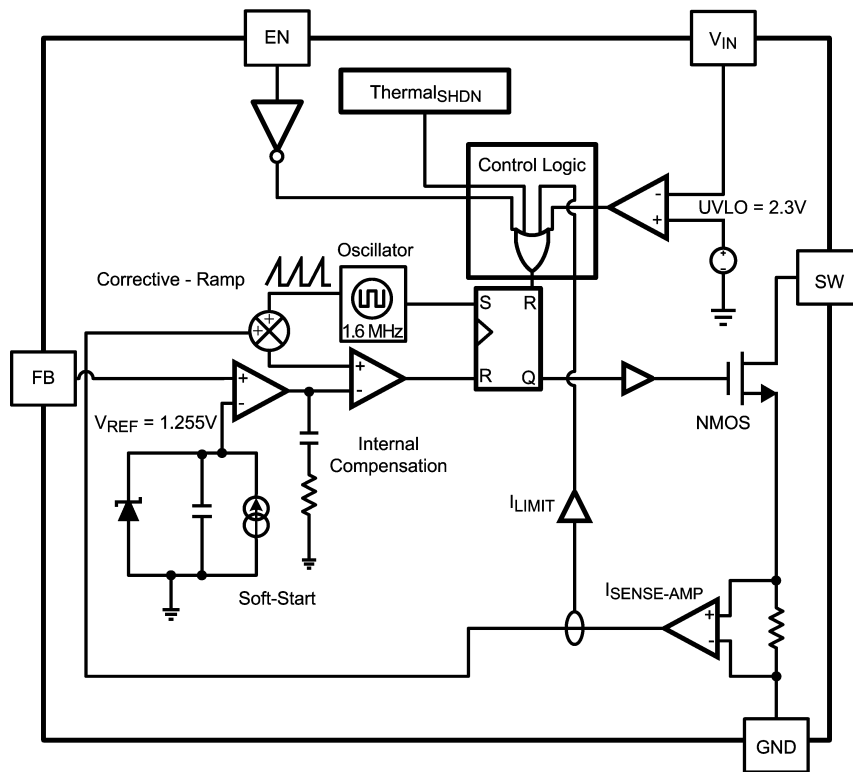
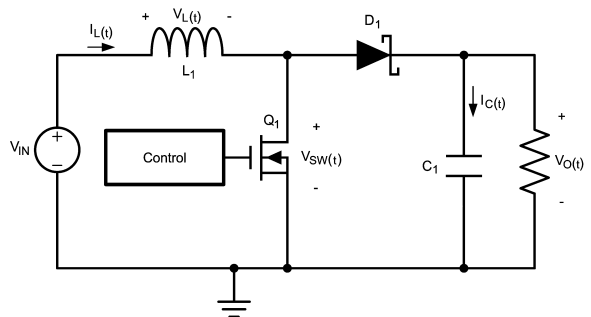
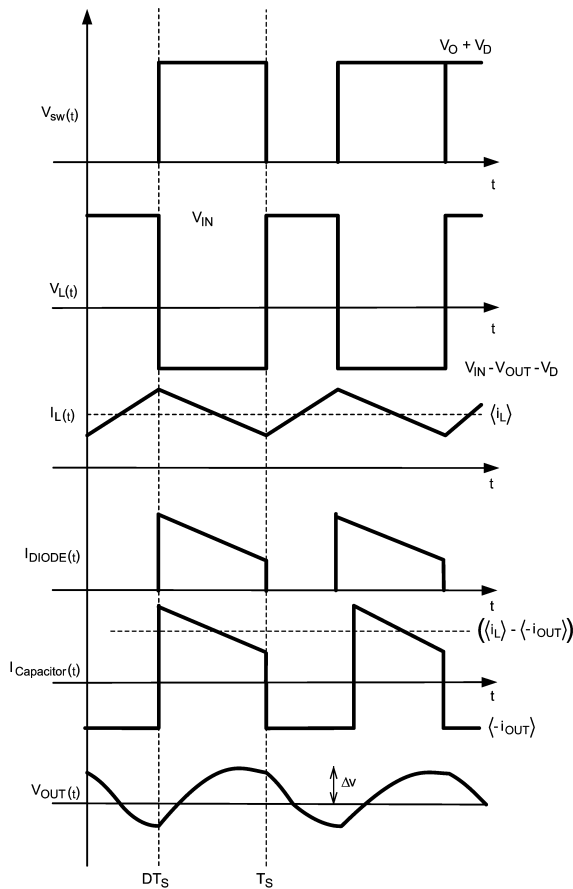

FIGURE 1. Simplified Block Diagram
FIGURE 2. Simplified Schematic
FIGURE 3. Typical Waveforms
LM2735 は 2.1A 以上のピーク・スイッチング電流を供給する一定周波数動作の PWM 昇圧型レギュレータ IC です。レギュレータのスイッチング周波数は、520 kHz または 1.60 MHz のいずれかにあらかじめ設定されています。このような高いスイッチング周波数を採用したことにより、LM2735 は小型表面実装のコンデンサとインダクタで動作し、その結果最小の基板面積の DC/DC コンバータを実現できます。LM2735 は補償回路を内蔵しているため、使用方法は簡単であり、ほとんど外付け部品を必要としません。LM2735 は出力電圧のレギュレーションに電流モード制御を採用しています。以下に述べる LM2735 の動作説明では、単純化したブロック図 (Figure 1)、概略回路図 (Figure 2)、および対応する波形 (Figure 3) を参照します。LM2735 は、一定の周波数でデューティ・サイクルを変化させて内蔵 NMOS 制御スイッチをスイッチングして、レギュレートされた出力電圧を外部に供給します。スイッチング・サイクルは内部発振器が生成するリセット・パルスの立ち下がりエッジで始まります。このパルスが Low になると出力制御論理が内蔵 NMOS 制御スイッチをオンにします。オンの間、SW ピン電圧 (V_{SW}) は、ほぼ GND にまで低下し、またインダクタ電流 (I_L) は線形に増加します。 I_L は、スイッチ電流に比例した出力を発生する電流センス・アンプによって計測されます。センス信号にはレギュレータの補償ランプ信号が重畳され、帰還電圧と V_{REF} 電圧の差に比例したエラー・アンプ出力と比較されます。PWM コンバータ出力が High になると、次のスイッチング・サイクルが始まるまで出力スイッチはオフになります。スイッチがオフの期間、インダクタ電流はダイオード D_1 を介して放電し、このため SW ピンは、出力電圧にダイオードの順方向電圧 (V_D) を加えた値に強制されます。レギュレータ・ループはデューティ・サイクル (D) を調整して一定の出力電圧を維持します。